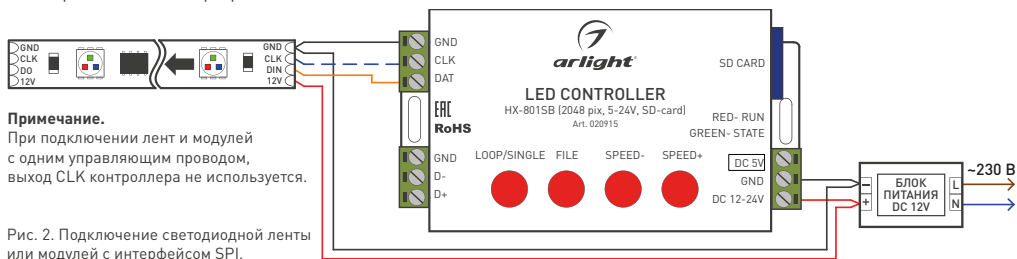
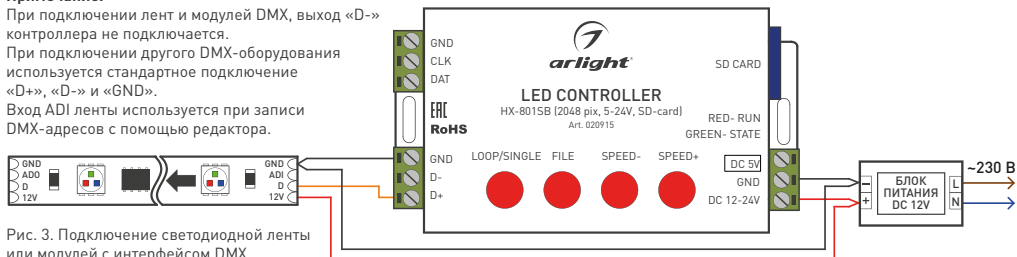

Рис. 2. Подключение светодиодной ленты или модулей с интерфейсом SPI.
Рис. 3. Подключение светодиодной ленты или модулей с интерфейсом DMX.
- 3.3. В зависимости от типа используемых светодиодных лент или модулей подключите их к выходу SPI (Рис. 1, Рис. 2) или DMX (Рис. 1, Рис. 3). контроллера. Использование выходов SPI или DMX будет зависеть от выбора типа микросхем при составлении программы.